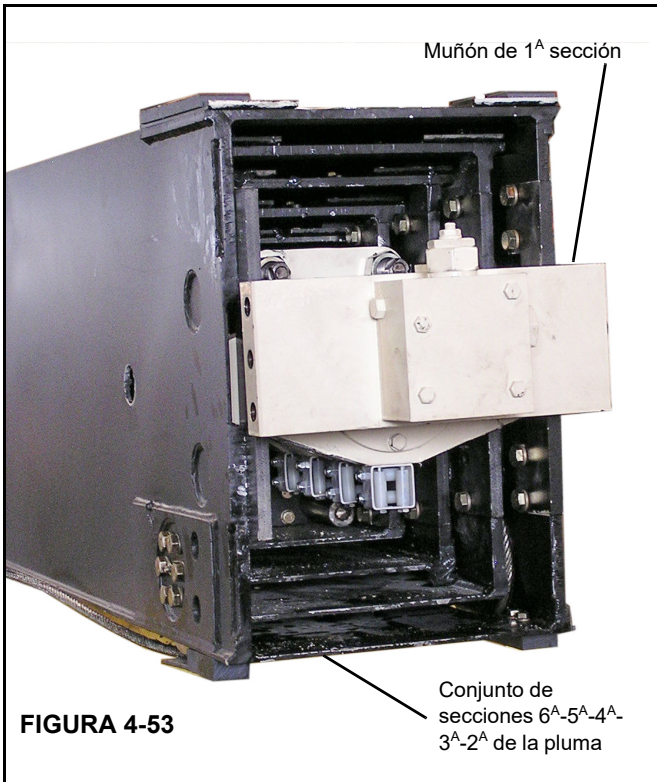

FIGURA 4-53
9. Retire la válvula de retención del cilindro telescópico e instale un tapón en su lugar (Figura 4-53).